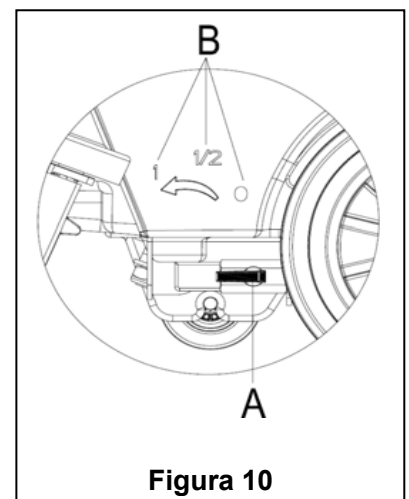

Figura 10
A regulação da alavanca da válvula de bola (A, Figura 10) deve ser realizada quando o interruptor de energia (41) está na posição "O".
12. O volume do fluxo de água pode ser ajustado através da alavanca da válvula de bola (A, Figura 10) de acordo com a